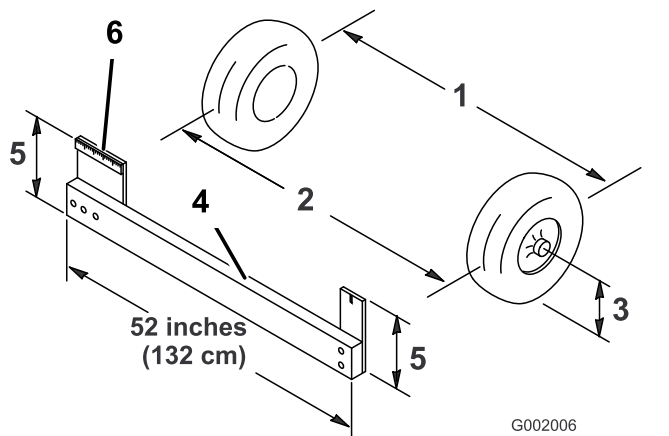

Figura 45
4. Misurate la distanza tra i pneumatici anteriori all'altezza dell'assale, davanti e dietro le ruote (Figura 45).
Nota: Per rilevare la misura posteriore degli pneumatici anteriori all'altezza dell'assale avrete bisogno di un attrezzo o di un calibro di allineamento. Usate lo stesso attrezzo, o calibro di allineamento, per rilevare con precisione la misura anteriore dei pneumatici anteriori all'altezza dell'assale (Figura 45).